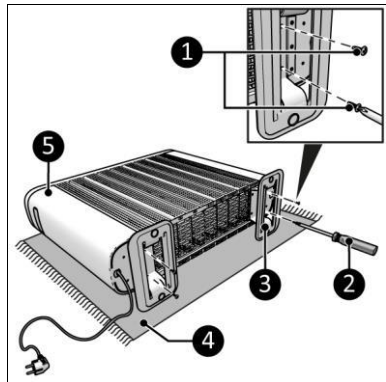

Figura 4
1. Așezați dispozitivul pe o suprafață netedă și stabilă (Figura 4, poz. 4).
2. Așezați soclurile (Figura 4, poz. 3) pe ambele părți ale corpului principal (Figura 4, poz. 5).
3. Înșurubați și strângeți soclurile cu două șuruburi (Figura 4, poz. 1) și cu ajutorul unei șurubelnițe cu cap în cruce (Figura 4, poz. 2).